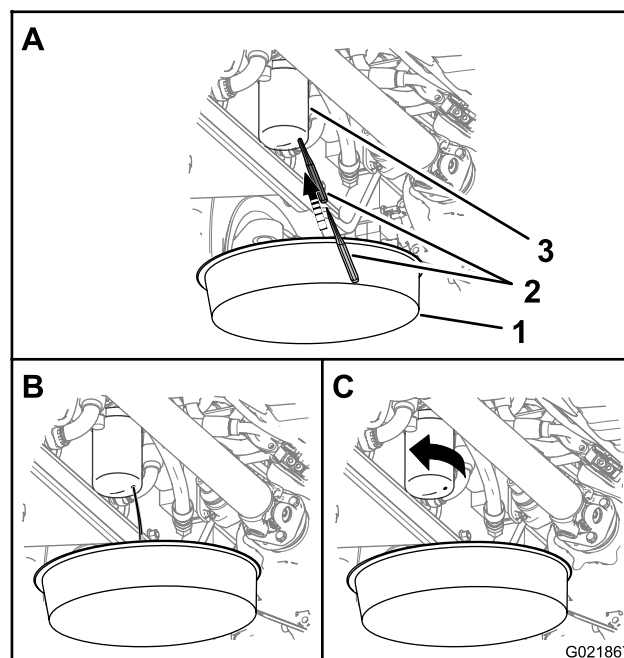

Рисунок 94
Примечание: Доступ к фильтру линии нагнетания гидросистемы осуществляется с правой стороны машины, за баком гидросистемы (Рисунок 94).
1. Подставьте емкость под фильтр линии нагнетания гидросистемы (Рисунок 94).
2. Проткните нижнюю часть фильтра линии нагнетания гидросистемы и дайте остаткам гидравлической жидкости стечь в емкость (Рисунок 94).
3. Поверните фильтр линии нагнетания гидросистемы против часовой стрелки и снимите его (Рисунок 94).